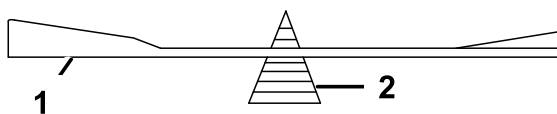

Figura 76
2. Verifique o equilíbrio da lâmina colocando-a num equilibrador de lâminas (Figura 76).